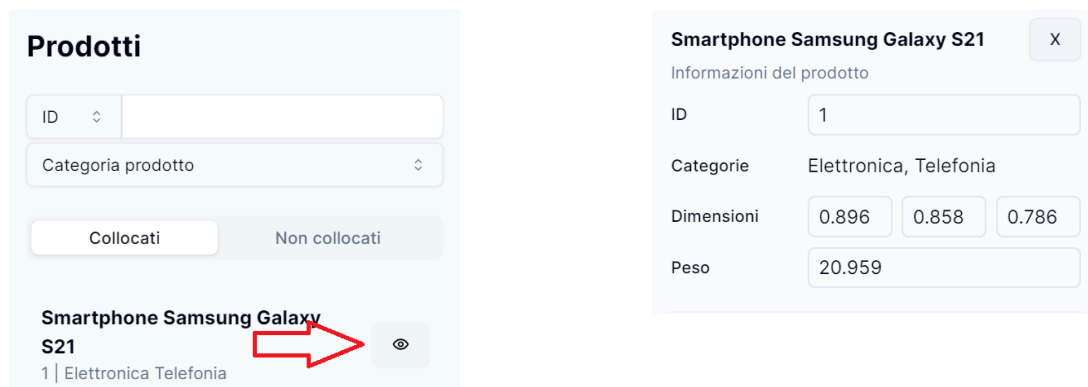

Figura 17: Pulsante “occhio” per l’ispezione prodotto (sinistra) e pannello di ispezione prodotto (destra)
- il pulsante contenente l’icona raffigurante un occhio (Figura 17 (sinistra)) presente nella lista dei prodotti (Sezione 3.5.1) nella riga corrispondente al prodotto da ispezionare;
L’esecuzione di almeno una delle modalità elencate permette la visualizzazione, sulla destra dello schermo, del pannello relativo alle informazioni del prodotto di interesse (Figura 17 (destra)).